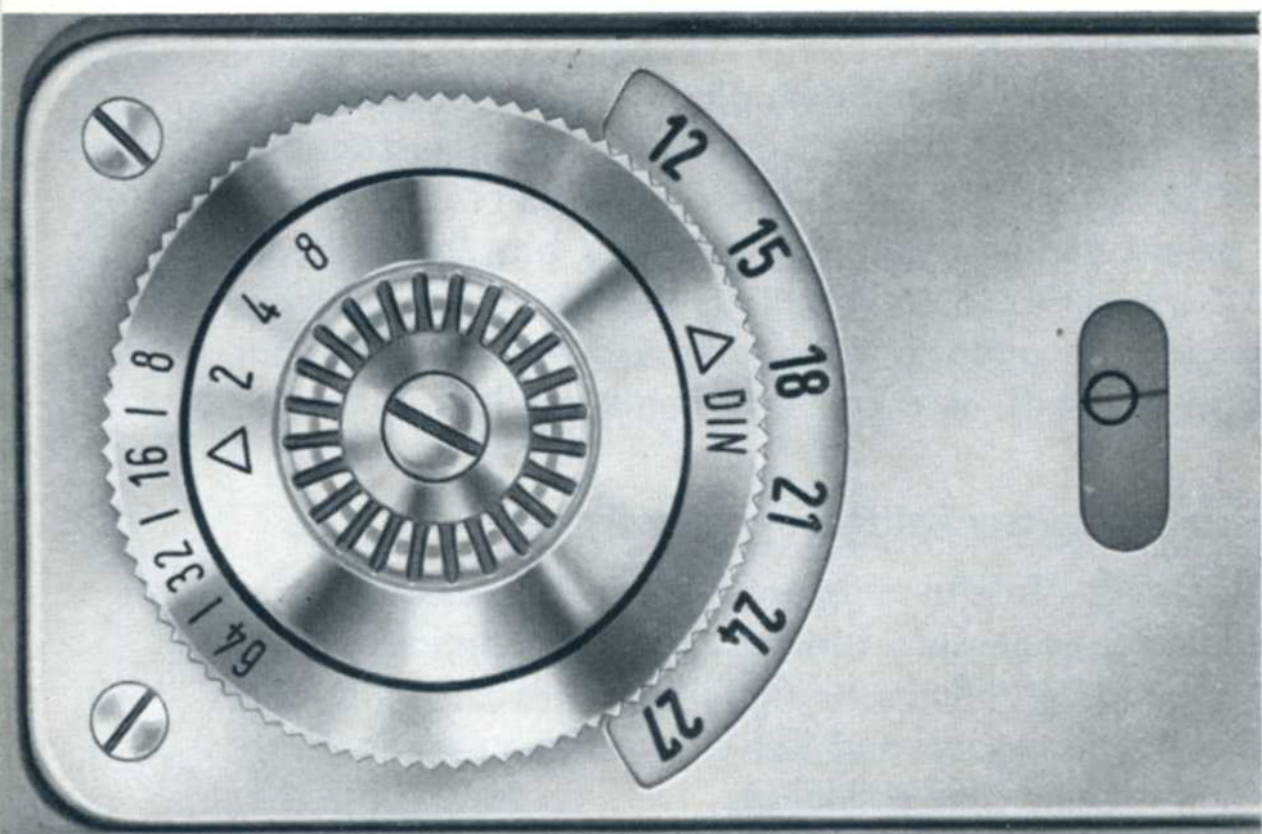

Abb. 3
Drehen Sie also den äußeren Ring (3), bis dessen schwarze Dreieckmarke auf dem DIN-Wert der schwarzen Skala steht. Der Ring rastet auch auf Zwischenwerten ein. In Abb. 3 sind 17° DIN eingestellt.